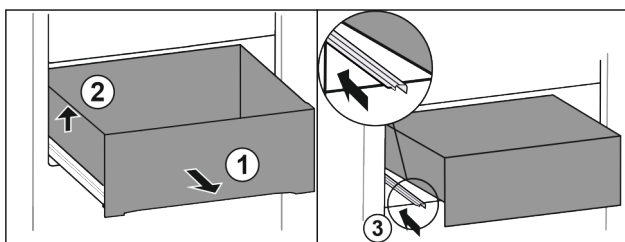

Fig. 41
- Vytáhněte zásuvku až na doraz. Fig. 41 (1)
- Nadzvedněte zásuvku vlevo. Fig. 41 (2)
- Zasuňte levou kolejničku. Fig. 41 (3)